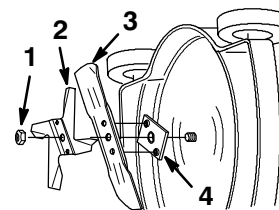

Figura 25
1. Compruebe que el accionador de la cuchilla está instalado en el cigüeñal. Vea la Figura 25.